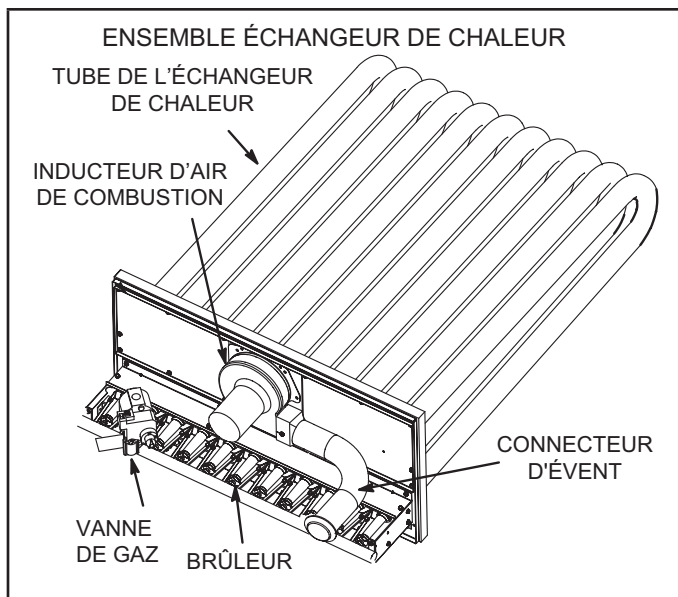

FIGURE 39
- 3 - Retirer et conserver les vis fixant l'inducteur d'air de combustion sur la boîte à feu. Retirer le connecteur d'évent. Voir FIGURE 39.